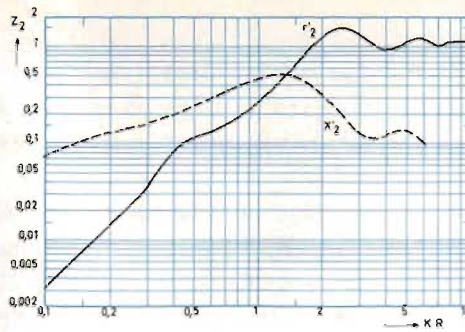

Fig 11. Normaliserade kurvor för z_2 och r_{ak} .
I fig 11 visas realdel, r'_2 , och imaginärdel, x'_2 , för $(kR) \leq 8$, varför denna kan användas vid beräkning i stället för Bessel-funktionen enligt (3).